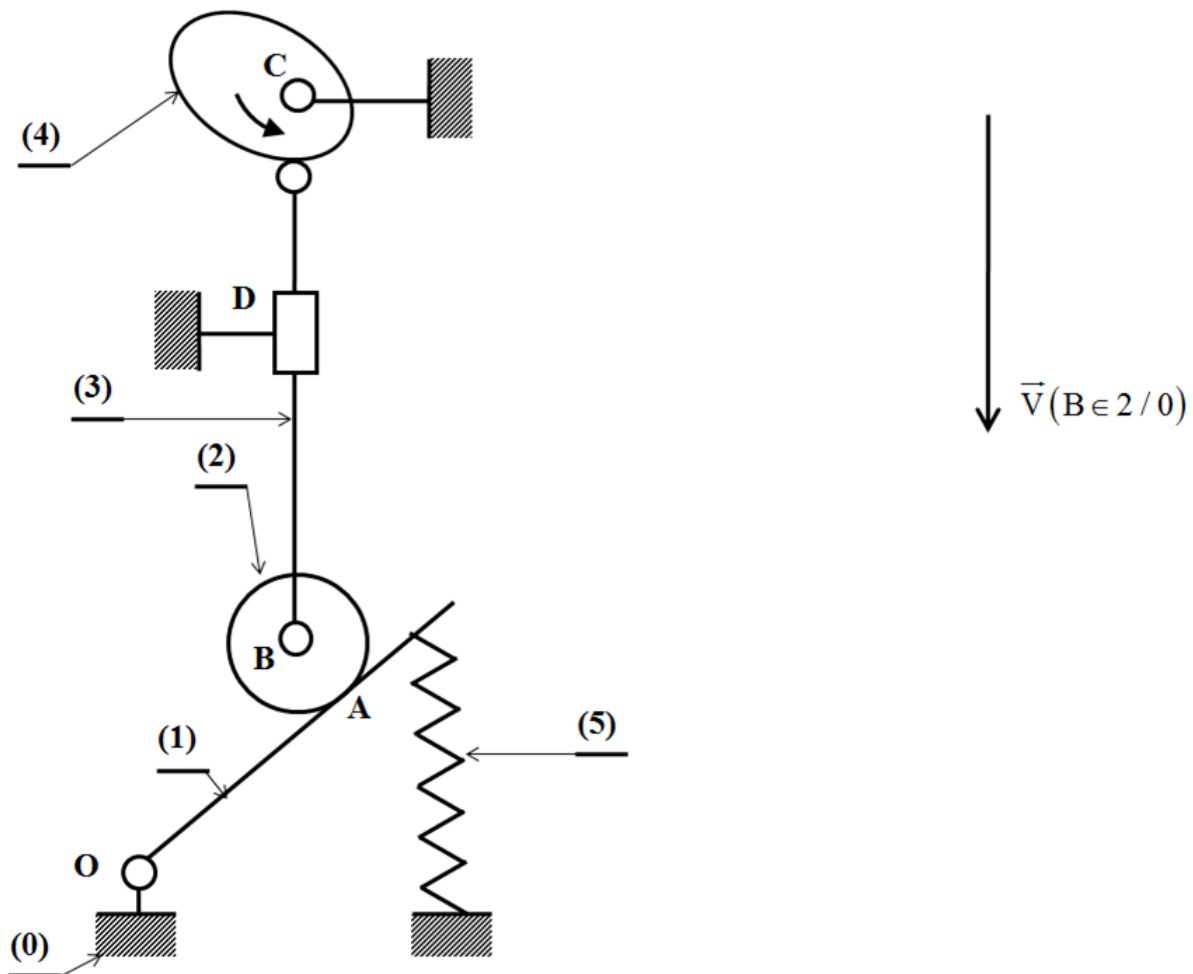

FIGURE 3 –
- 6) Déterminer graphiquement sur la figure 3 le CIR I_{20} .